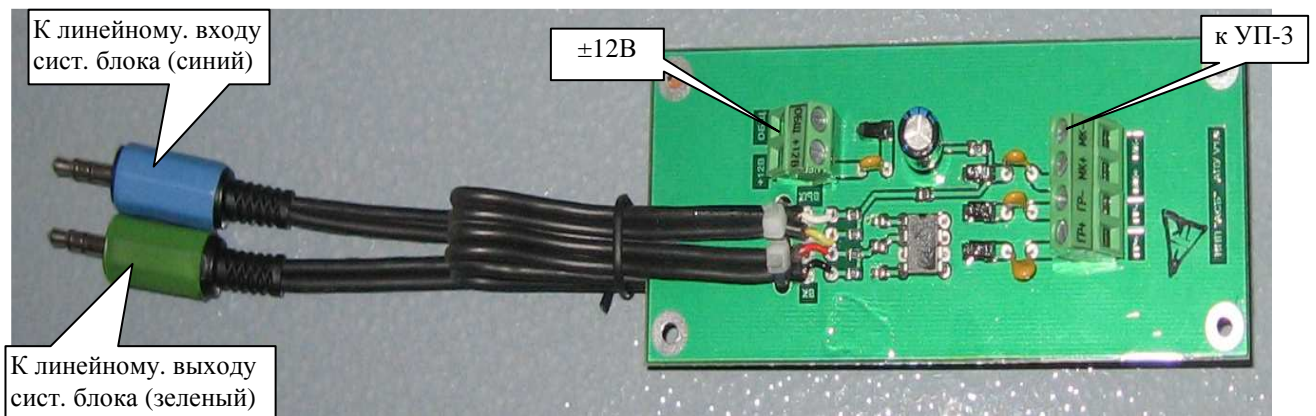

Рисунок 5.10. Адаптер переговорного устройства АПУ.
**5.5.5 Адаптер переговорного устройства (АПУ)** (рис.5.10) предназначен для согласования звуковых сигналов от линейных входа и выхода системного блока и устройства переговорного УП-3, устанавливается в кросс СЛЗ.